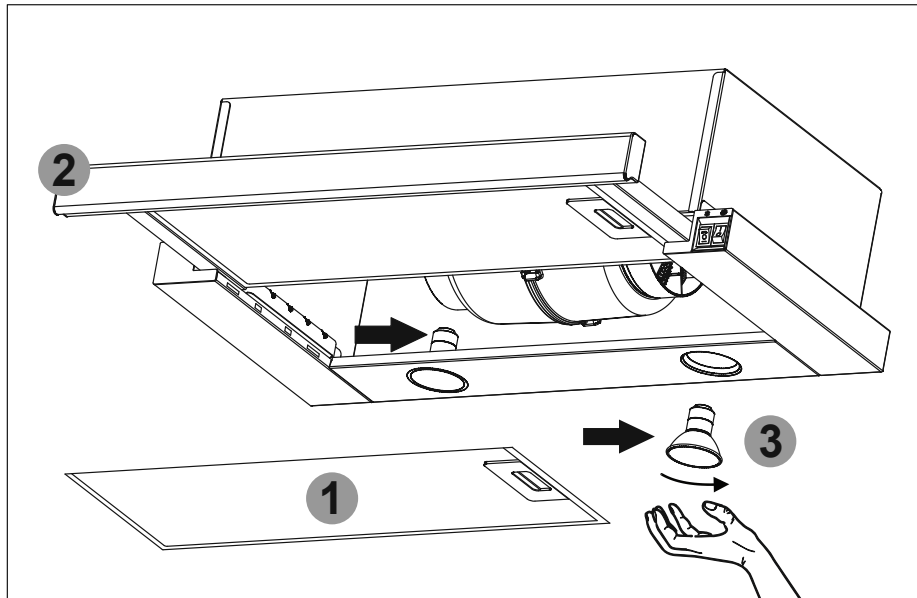

Рис.7
**8.9** На вытяжке установлены **HALOGEN** лампы подсветки рабочей зоны плиты. Перед началом замены ламп освещения необходимо отключить вытяжку от электросети, дать возможность охладеть лампам. Для замены лампы необходимо снять алюминиевый фильтр **1**, вытянуть выдвижную панель с фильтром **2**, отжать держателя патрона на себя, чтобы лампа **3** вышла из корпуса вытяжки, удерживая держатель патрона, слегка надавить на лампу в направлении патрона и, повернув ее против часовой стрелки, вынуть из корпуса вытяжки (**рис.7**).